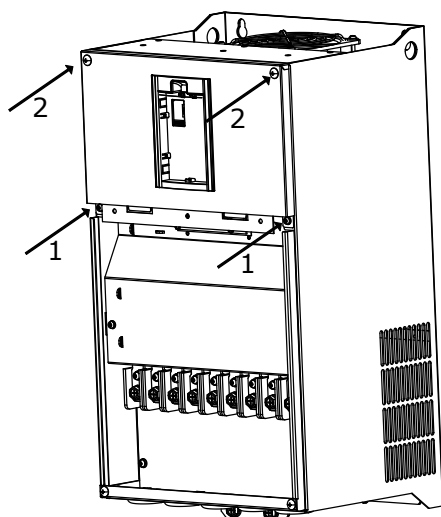

Рисунок 2.13 — Установка верхней крышки ПЧ OptiCore A600-H45K-380-D-T и ПЧ большей мощности
- установить верхнюю крышку в монтажный паз и зафиксировать четырьмя невыпадающими винтами (см. рисунок 2.13, поз. 1, 2) с помощью крестовой отвертки;